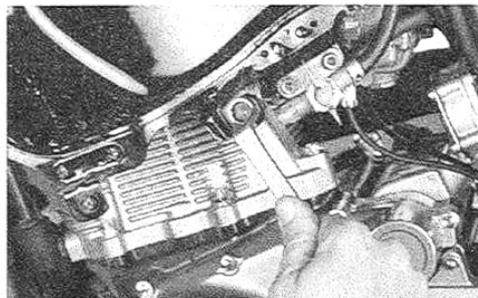

Bild 12
- An unterer Tankhalterung Befestigungsschrauben ausdrehen (Bild 12) und Tank nach hinten entnehmen.